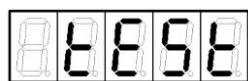

Рисунок 20
2. Кнопкой \leftarrow или \rightarrow установить на индикаторе слово "tESt" (рисунок 20).